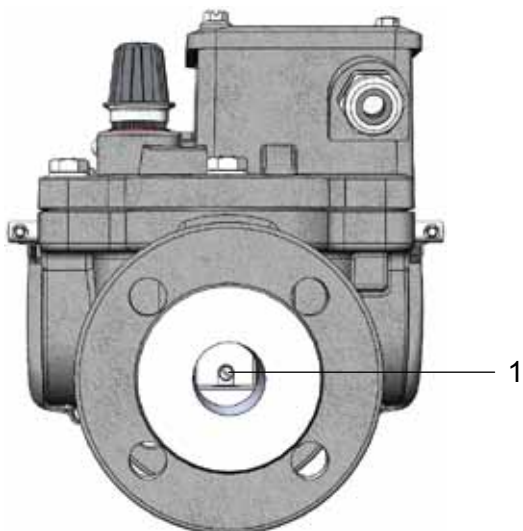

Рис. 8 - Вид сбоку реле контроля с юстировочным винтом
**Юстировочный винт** (Рис. 8/ № 1) **ни в коем случае** не переставлять, т.к. иначе параметр срабатывания клапанного затвора будет изменен.